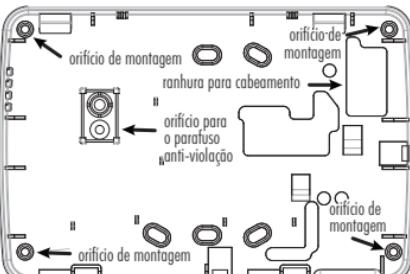

Figura 2 - Montagem da placa traseira.
4. Fixe a placa traseira do teclado à parede utilizando os orifícios de montagem. (Refira-se à Figura 2.) Utilize todos os 4 parafusos fornecidos exceto se a montagem for feita em uma caixa elétrica de embutir. Utilize os tirantes de retenção de plástico fornecidos se o equipamento for montado em uma parede de gesso cartondado. Se utilizar o dispositivo anti-viololação do teclado, fixe a placa antiviololação à parede com um parafuso.